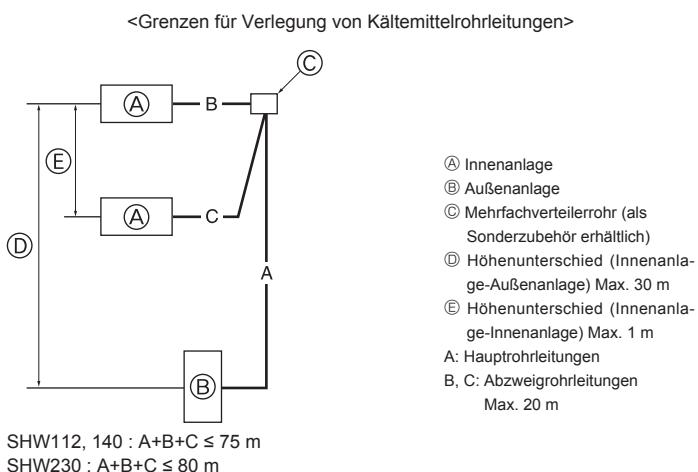

Fig. 4-9
4.7. Für Doppel-/Dreifach-/Vierfachkombination (Fig. 4-9) (nur für Klimaanlagen)